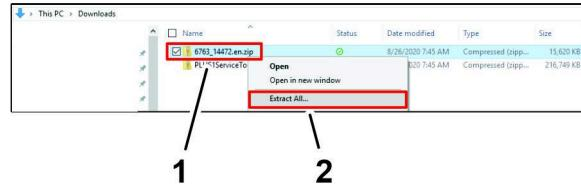

Figura 34
1. Abra la carpeta Descargas en el ordenador portátil, haga clic con el botón derecho en el enlace 6763_14472.en.zip, y haga clic en Extraer todos... en el menú desplegable (Figura 34).